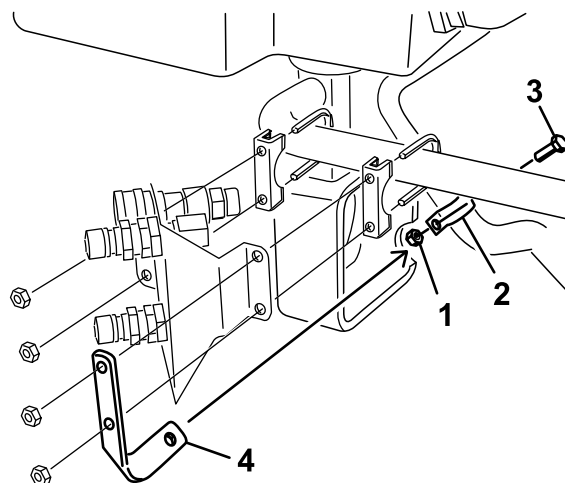

Figure 27
6. Placez un collier en R sur le grand flexible hydraulique comme illustré à la Figure 27. Fixez le collier en R à la patte de retenue avec un boulon (5/16 x 7/8 po) et un écrou (5/16 po) (Figure 27).